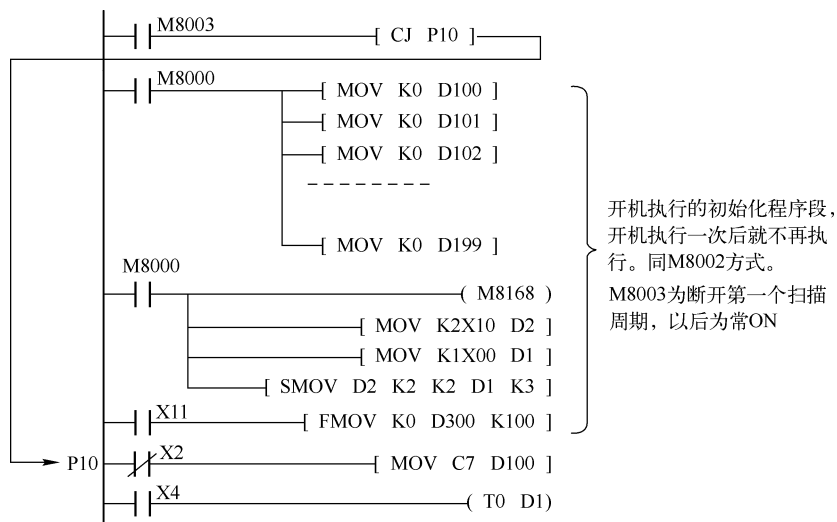

图 8-8 由跳转控制的大段初始化程序段
(4) 跳转可用来执行程序初始化工作。如图 8-8 所示，在 PLC 运行的第一个扫描周期中，跳转 (CJ P10) 将不执行，程序执行初始化程序后执行工作程序。而从第二个扫描周期开始，初始化程序则被跨过，不再执行。